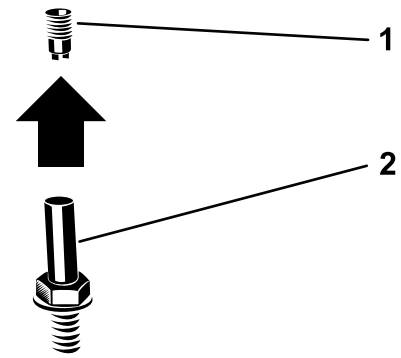

Bild 5
2. Entfernen Sie den Rundumleuchtenanschluss aus der Rundumleuchtenfassung (Bild 5).